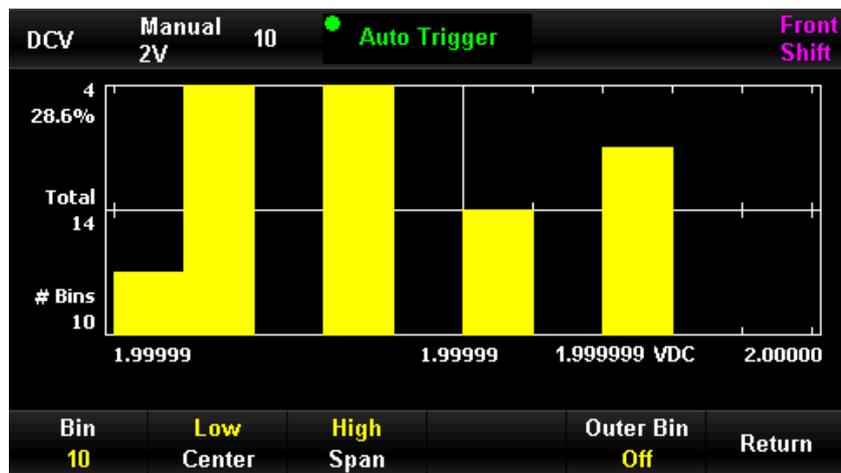

Abbildung 2-62 Manuelle Anzeige im Histogramm
2. Drücken Sie die Taste **[Scale]**, um den manuellen Modus zu wählen, und drücken Sie die Taste **[Setting]**, um die manuelle Einstellung im Histogramm aufzurufen, wie in Abbildung 2-62 gezeigt.